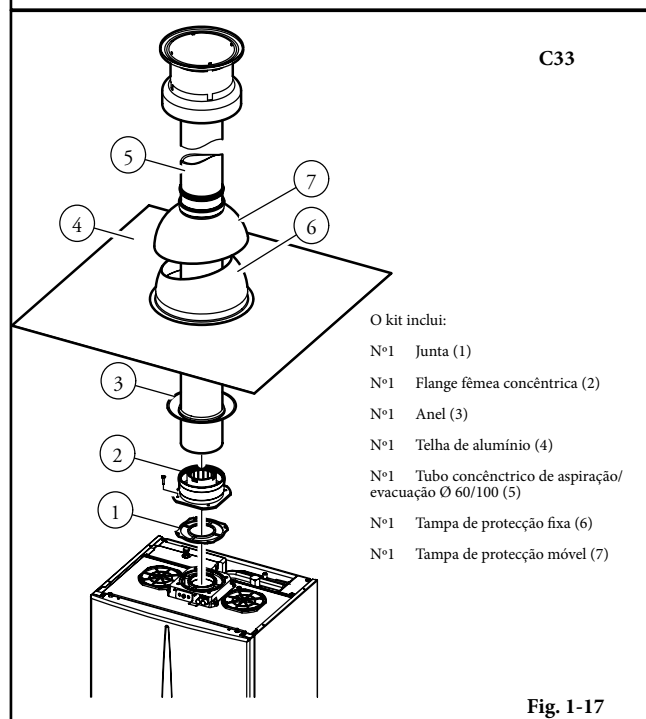

Fig. 1-17
Montagem do kit (Fig. 1-17): instale a flange concêntrica (2) no orifício central da caldeira interpondo a junta (1) (que não necessita lubrificação) e de seguida aperte com os parafusos contidos no kit. Encaixe o adaptador com o lado macho (liso) no lado fêmea da flange concêntrica. Instalação da falsa telha em alumínio: